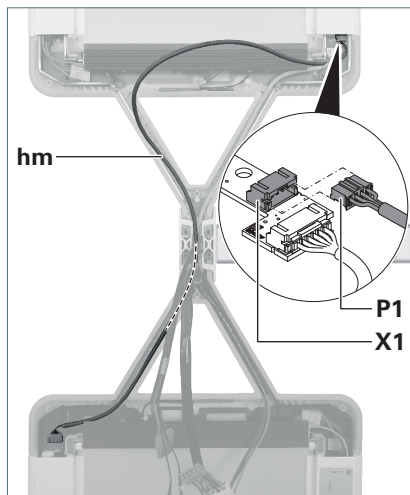

Fig. 18: Brancher le câble de commande.
7. Poursuivez la pose du câble de commande **hm** du jeu de câbles dans le bras de support de la tête du luminaire 1, voir Fig. 18.